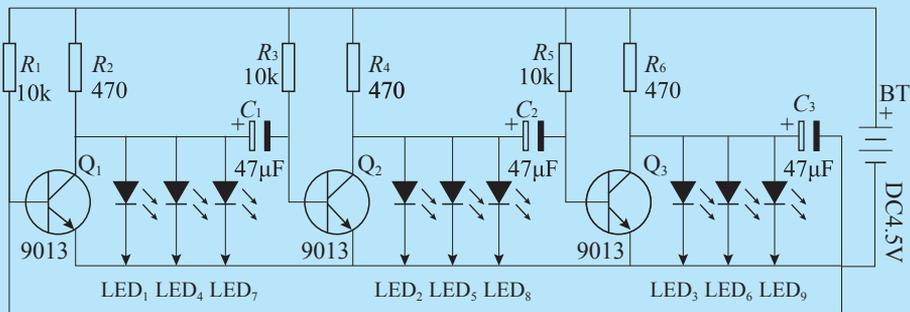

图 1-24 三组 9 只 LED 旋转灯电路图
(1) 原理分析：电路如图 1-24 所示，由 3 只三极管和 9 只 LED 组成的循环灯。电路是这样工作的，当电源一接通，3 只三极管就要争先导通，但由于元器件有差异，只有某一只管子最先导通。假如  $Q_1$  最先导通，那么  $Q_1$  集电极电压下降，使电容  $C_1$  的左端接近零电压，由于电容器两端的电压不能突变，所以  $Q_2$  基极也被拉到近似零电压，使  $Q_2$  截止。 $Q_2$  集电极为高电压，那么接在它上面的发光二极管就亮了。此刻  $Q_2$  集电极上的高电压通过电容器  $C_2$  使  $Q_3$  基极电压升高，三极管  $Q_3$  也将迅速导通。因此在这一段时间内， $Q_1$  与  $Q_3$  的集电极均为低电压，只有接在  $Q_2$  集电极上的发光二极管亮，而其余两组发光二极管不亮。随着电源通过电阻  $R_3$  对  $C_1$  的充电，使三极管  $Q_2$  基极电压逐渐升高，当超过 0.6 伏时， $Q_2$  由截止状态变为导通状态，集电极电压下降，发光二极管熄灭。与此同时三极管  $Q_2$  集电极电压的下降通过电容器  $C_2$  的作用使三极管  $Q_3$  的基极电压也下跳， $Q_3$  由导通变为截止。接在  $Q_3$  集电极上的发光二极管就亮了。如此循环，电路中 3 只三极管便轮流导通和截止，三组发光二极管就不停地循环发光。
(2) 电路图，如图 1-24 所示。